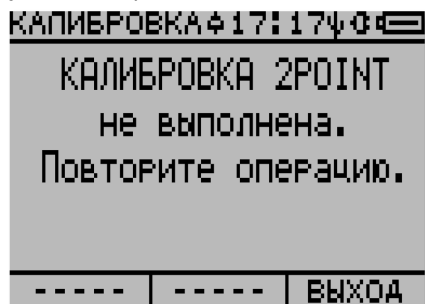

Рисунок 2.86
13) Если процедура калибровки не будет выполнена успешно, то на экране дисплея появится следующее сообщение: «КАЛИБРОВКА 1POINT не выполнена. Повторите операцию.» (рисунок 2.86). Проверить настройки, повторить процедуру сначала.